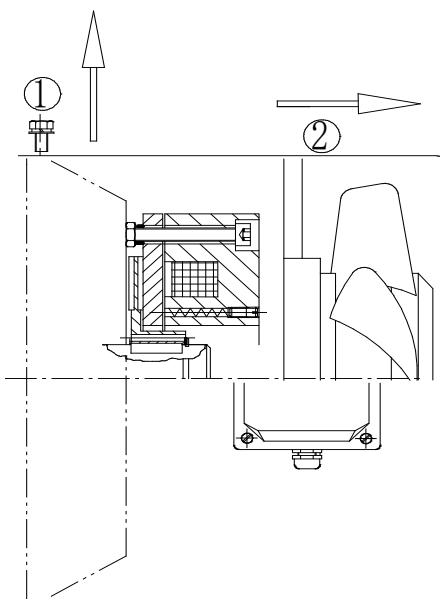

图 8-8a
- (1) 如图 8-8a，旋下风扇叶片紧固螺钉①，取下风扇叶片②；